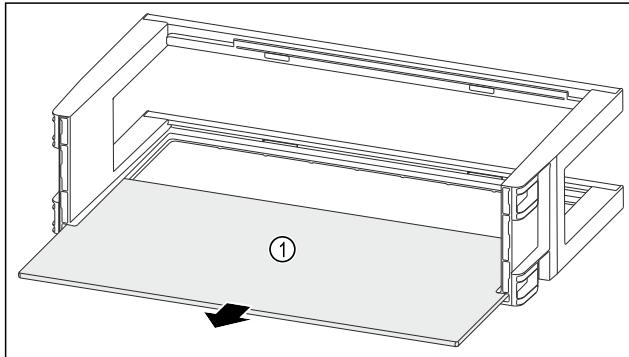

Fig. 119
- Дістаньте полицю Fig. 119 (1).